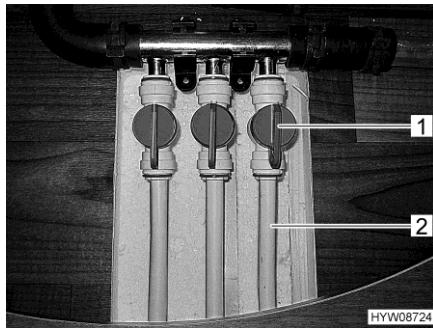

Fig. 134 Valvole di mandata (riscaldamento a pavimento)
- Regolare la maniglia (Fig. 134,1) sulla valvola di mandata della linea desiderata (Fig. 134,2) in posizione parallela rispetto alla tubatura del riscaldamento. Questa linea del riscaldamento a pavimento lavora così alla massima potenza.
- Regolare la maniglia (Fig. 134,1) sulla valvola di mandata della linea desiderata (Fig. 134,2) in una posizione qualsiasi. In questo modo la potenza del riscaldamento di questa linea può essere regolata in modo continuo.
- Regolare la maniglia (Fig. 134,1) sulla valvola di mandata della linea desiderata (Fig. 134,2) in posizione trasversale rispetto alla tubatura del riscaldamento. Questa linea del riscaldamento a pavimento ora è disinserita.